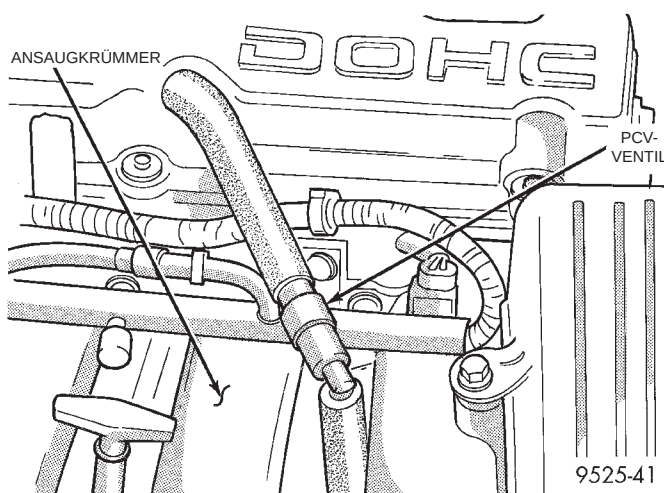
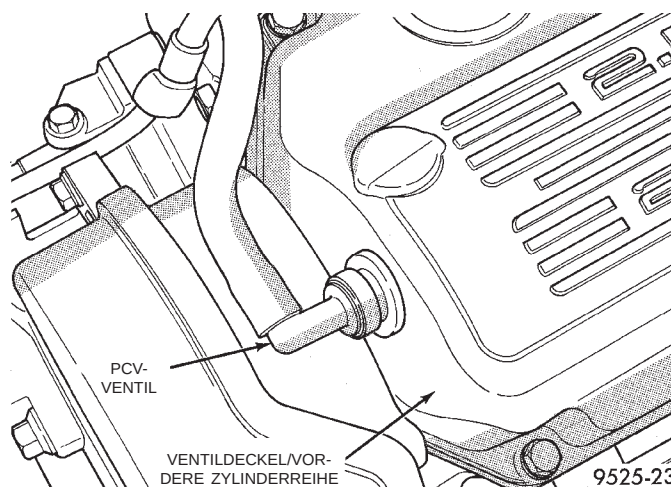

Abb. 36 PCV-Ventil—2.4L-Motor
Abb. 37 PCV-Ventil—2.5L-Motor
(6) Die Schlauchanschlüsse zwischen dem PCV-Ventil und dem Unterdruckanschluß am Ansaugkrümmer prüfen (Abb. 36) oder (Abb. 37).